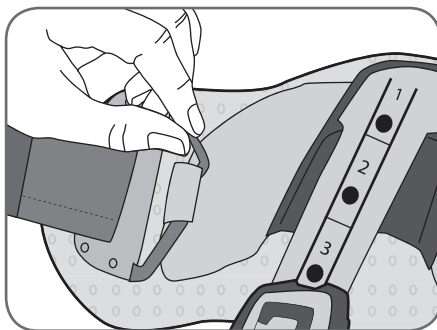

Abbildung 9-13: Ablösen der oberen Silikon-Einlage
2. Lösen Sie die Ösen der Silikon-Einlagen vorsichtig von den Haken an den oberen und unteren Einlagen der Oberschenkel-FS-Manschette ab (siehe Abbildung 9-13).